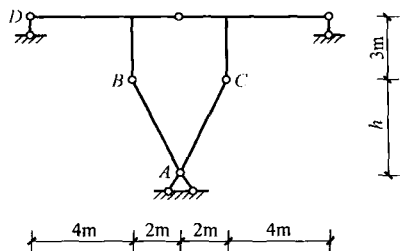

图 1-17 思考题 10 图
10. 图 1-17 所示体系，固定铰支座 A 可在竖直线上移动以改变等长杆 AB 、 AC 的长度，其他节点位置不变。当图示尺寸为哪种情况时，体系为几何不变体系？